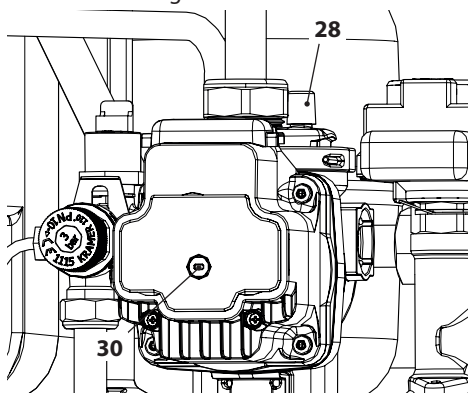

Figura 6.3
- Svitare il tappo della valvola di sfiato automatica 28 in Figura 6.3.
- Togliere il tappo 30 in Figura 6.3 e sbloccare la pompa ruotando il rotore con un cacciavite. Durante questa operazione sfiatare la pompa.